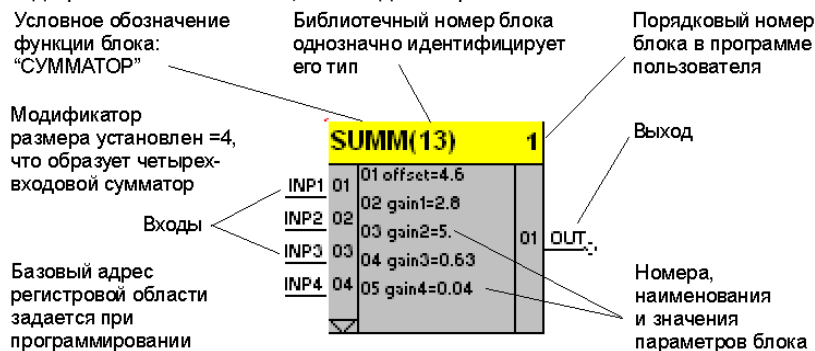

Рисунок 2.2 - Функциональный блок сумматора
**Функциональный блок** - это графическое изображение вызова одной из функций. Графически каждый функциональный блок можно представить в виде прямоугольника (см. рис. 2.2), внутри которого имеется обозначение функции, выполняемой блоком. Входы функционального блока соединяются связями с другими блоками. Один или несколько функциональных блоков соединенные связями между собой, образуют программу на языке FBD.
Так, например, на рис.2.2, на вход сумматора поступает 4 сигнала. Эти сигналы суммируются с учетом соответствующих масштабных коэффициентов, которые указаны в параметрах, добавляется смещение и результирующий сигнал поступает на выход функционального блока.
Таким образом, на выходе функционального блока сумматора формируется сигнал, который зависит от входных сигналов и установленных параметров и для примера на рис. 2.2 может быть представлен математической зависимостью: